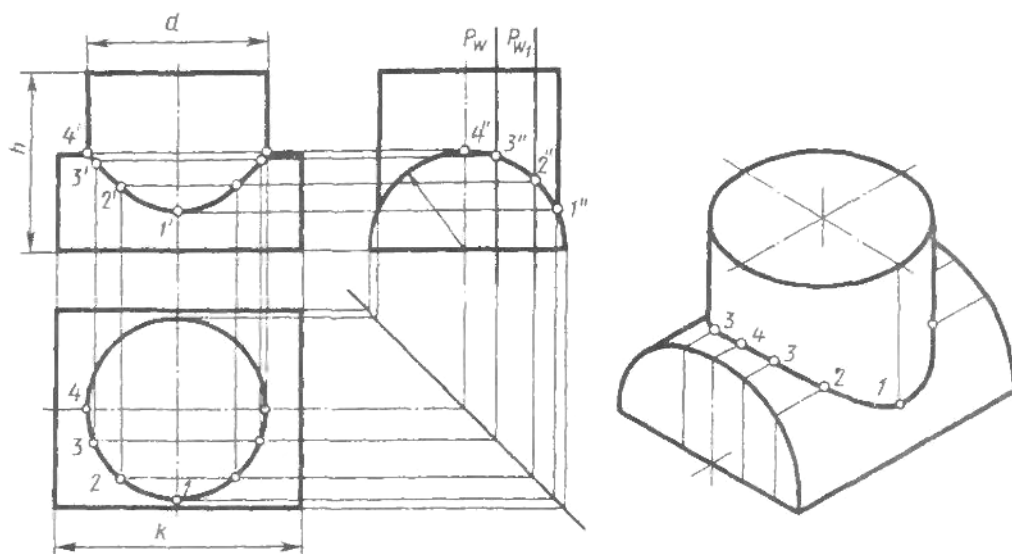

Рисунок 17 - Комплексный чертеж и изометрия пересекающихся цилиндров
4.Изометрическая проекция линии пересечения поверхностей двух цилиндров строится по точкам, взятым с комплексного чертежа при помощи трех координат. Полученные точки соединяют линией по лекалу ,рисунок 17.